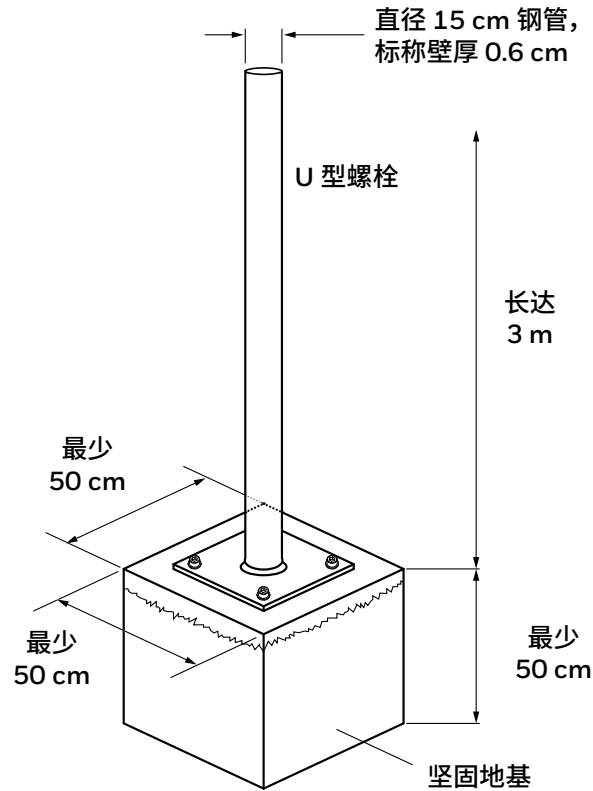

图 5. 钢管支撑结构
3. 将组装好的通用安装支架（或通用安装支架的安装板适配器）连接到杆上。将支架法兰 V 形槽与杆校准，以实现紧密贴合。用两个 U 形螺栓和四个带垫圈的螺母固定支架（图 5）。